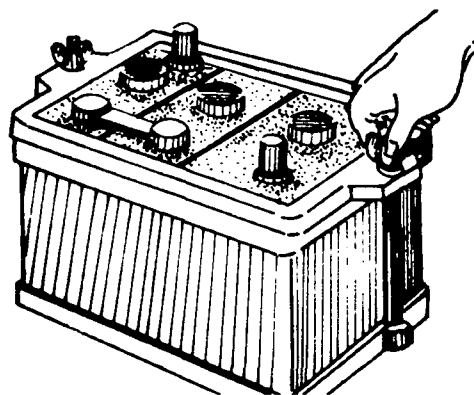

Fig. 2
- ___ e Tire as porcas e os parafusos do suporte da bateria (fig.2).